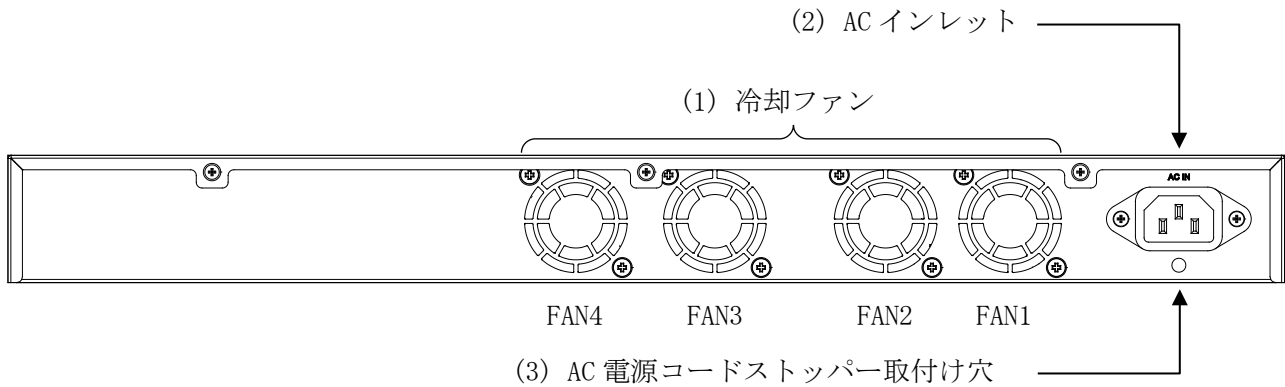

図 2-13 ApresiaNP2000-24T4X-PoE、ApresiaNP2000-48T4X-PoE のリアパネル
| (1) | 冷却ファン | 冷却用のファンです。 show environment コマンドで表示されるファンの番号と場所は図 2-13 をご参照ください。 |